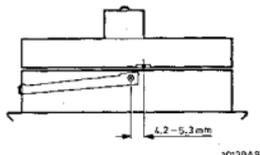

Fig. III-4
- Nun R9 von U219 so einstellen, dass der Abstand zwischen der Befestigungsschraube und dem Spalt der Videoköpfe 4,2-5,3 mm beträgt, gemessen in Drehrichtung der Kopfscheibe (siehe Abb. III-4).